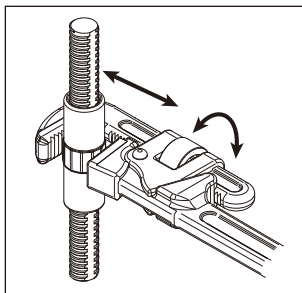

図 13 Fig.13
- ②パイプレンチ部分のグリップをまわして、パイプにしっかりとはさむ。(図 13)
- ③トルクレンチを右 (チューブに記載の ONLY 方向) に回して締付ける。左方向 (ONLY の逆) に回しても「カチン」音はしません。
- ④“カチン”と音がしたら締付け完了です。
- ① Set the proper torque. Refer to "How to set the torque."
- ② Adjust knurl to set proper jaw position. (Fig.13)
- ③ Turn the torque wrench clockwise (ONLY direction on the tube) to fasten the bolt. When you turn it counterclockwise (opposite direction of ONLY), you don't hear a "click".